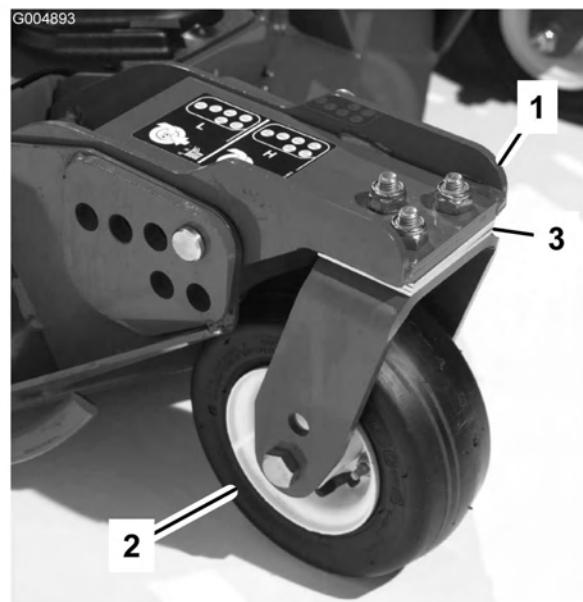

Figure 76
1. Enlevez les vis et écrous de fixation de la roue pivotante à la fourche (Figure 76).